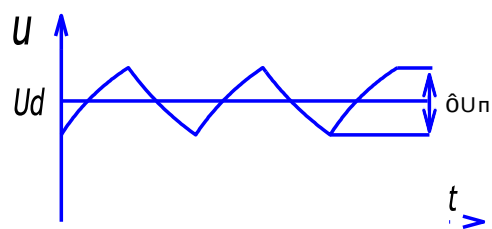

Рис. 2
б) снять осциллограмму выпрямленного напряжения u_d , определить коэффициент пульсаций согласно рис. 2. (не забудьте определить масштаб по напряжению): $q = \frac{U_{n(1)m}}{U_d} \approx \frac{\Delta U_n}{2U_d}$, где $U_{n(1)m}$ – амплитуда первой гармоники пульсаций;
б) снять осциллограммы напряжений на входе и выходе фильтра, определить коэффициенты пульсаций q_1 и q (согласно рис. 2) и коэффициент сглаживания s : $s = \frac{q_1}{q}$;
- б) снять осциллограммы напряжений на входе и выходе фильтра, определить коэффициенты пульсаций (согласно рис. 2) и коэффициент сглаживания;